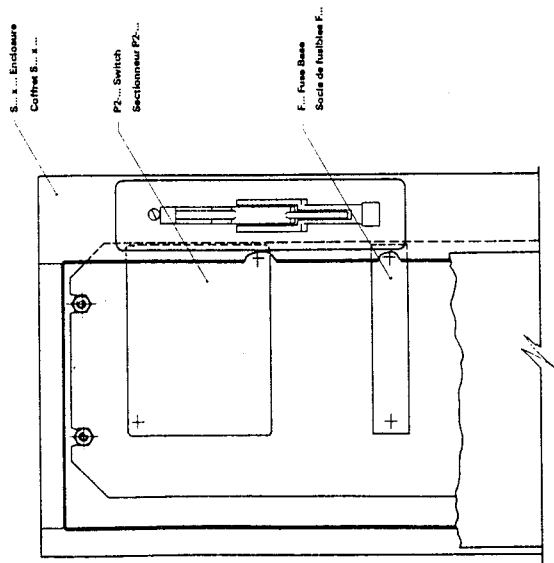

Figure 1
The Klockner-Moeller Type P2 disconnect switch and operating mechanisms are intended for mounting in enclosure where the dimensions are compatible with those shown in Figures 1, 2 or 3.
1. **Safety Handle SH2a, Flange Mounted** (See Fig. 1).
- a) Locate cut-out and drilling for the Safety Handle or the Rotary Handle as required, from the applicable Figures 1, 2 or 3.
- b) Locate and mount Disconnect Switch P2... and (when switch is fusible type) Fuse Base F... from the applicable Figures 1, 2 or 3
Le sectionneur Klockner-Moeller modèle P2 et son mécanisme, ne sont prévus que pour les boîtiers, où les dimensions deviennent compatibles avec celles montrées dans les figures 1, 2 ou 3.
1. Poignée de manoeuvre verticale SH2a, montée en bordure (voir Fig. 1).
- a) Définir la position pour l'ouverture et le perçage de la poignée de manoeuvre verticale ou à rotation telle que requise, d'après les figures 1, 2 ou 3.
- b) Installer le sectionneur P2... et son bloc à fusible F... (si, modèle à fusibles), d'après les figures 1, 2 ou 3. Les dimensions "Y" dépendent du modèle et de la catégorie de fusibles employés, tel que démontré dans le Tableau I.